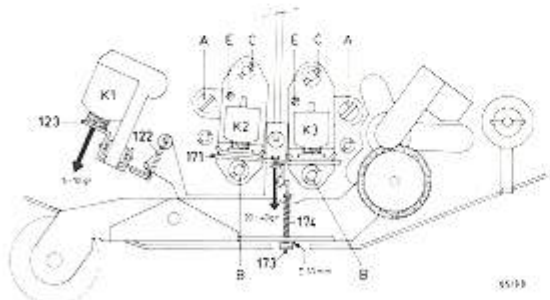

Fig. 5
A. EINSTELLUNG DES AUFNAHME-, WIEDERGABE- UND LÖSCHKOPFES (Fig. 5 und 6)
Einstellung der Kopfeigung beim Wiedergabe- und Aufnahmekopf (Fig. 5)